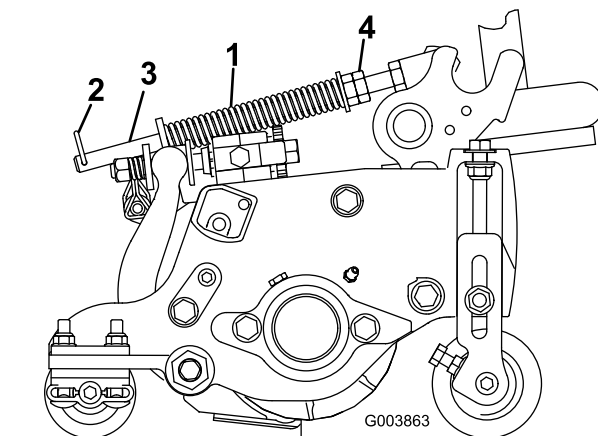

図 15
ターフ補正スプリングは、カッティングユニットの前から後ろへの「体重移動」を行う働きがあります 図 15。これにより、マーセリングやボビングと呼ばれる「波打ったような」仕上がりを防いでいます。
1. スプリングロッドの後穴にヘアピンコッターを忘れずに取り付けてください 図 15。
2. スプリングロッド前部の六角ナットを締めて、スプリング圧縮状態の長さが以下の通りになるようにする5インチカッティングユニットでは 12.7cm7インチカッティングユニットでは 15.9cm 図 15。